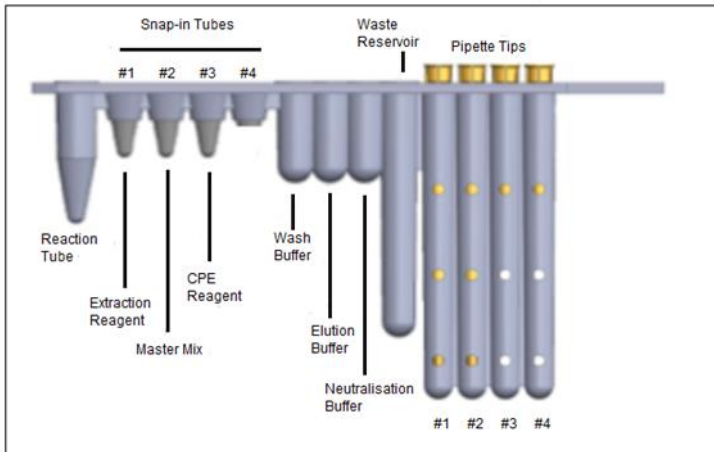

Figure 1 : Configuration de la barrette réactive unitaire ADN
- 2.2.a. Clipsez le tube d'extraction d'ADN (opercule blanc) en position 1 de la barrette, voir la figure 1.
- 2.2.b. Clipsez le tube de Master Mix BD MAX™ MMK DNA (opercule vert / jaune) en position 2 de la barrette, voir la figure 1.
- 2.2.c. Clipsez le tube de réactif CPE (opercule bleu) en position 3 de la barrette, voir la figure 1.